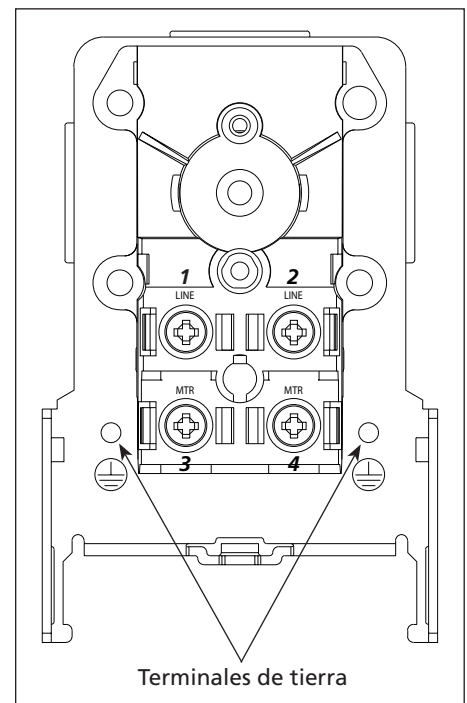

Figura 4
8. Coloque el alambre con forro negro del motor debajo de la cabeza del tornillo #4 (Vea la Figura 4), apriete el tornillo para asegurar el alambre. Coloque el alambre con forro negro debajo de la cabeza del tornillo #2 y apriete el tornillo para asegurar el alambre (Vea la Figura 4).
9. Coloque el alambre con forro blanco debajo de la cabeza del tornillo #1 (Vea la Figura 4), apriete el tornillo para asegurar el alambre. Coloque el alambre con forro blanco del motor debajo de la cabeza del tornillo #3 y apriete el tornillo para asegurar el alambre (Vea la Figura 4).
- 10. Conecte el alambre verde de tierra del cordón al interior del presostato con el tornillo de tierra incluido en el kit. Repita el procedimiento con el alambre de tierra verde del cable del motor (Vea la Figura 4).